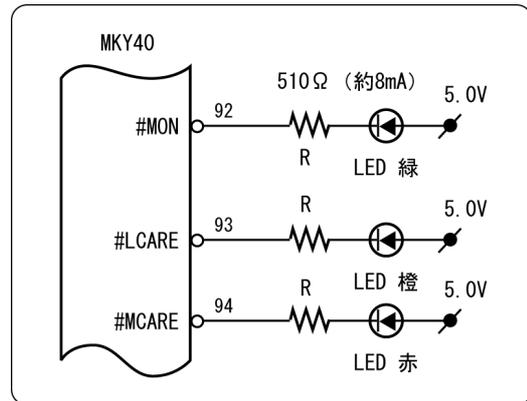

図3.10 LED表示用端子の接続例
これらの端子は、± 8mA の電流駆動能力があります。8mA 以下の電流によって点灯可能な LED ならば、Lo レベルの時に LED が点灯する接続が可能です（図 3.10）。図 3.10 の電流制限抵抗 (R) の値は、使用する LED 部品の定格に合わせてユーザシステムのハードウェア設計者が決定してください。